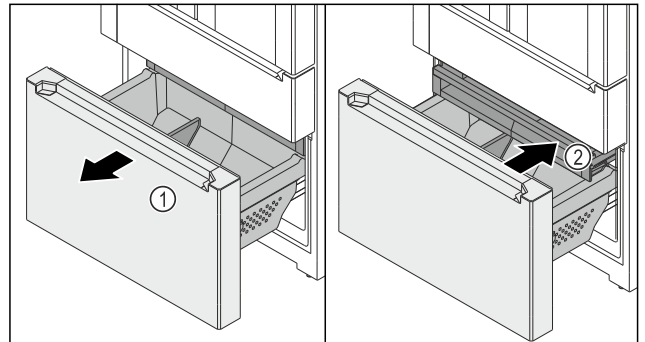

Fig. 139
- ▶ Auszugswagen Fig. 139 (1) bis zum Anschlag herausziehen.
- ▶ Schubfach Fig. 139 (2) ist automatisch herausgezogen.
- ▶ Schubfach Fig. 139 (2) einschieben.